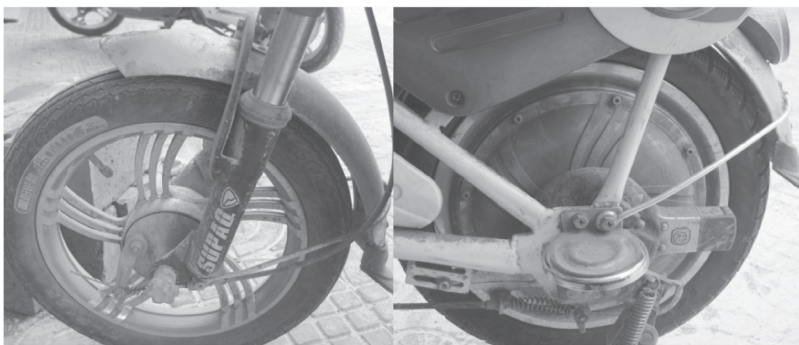

图8-16 检查前后轮转动
1) 先支起主支架，关闭电源开关，前、后转动后轮感觉轻松（如图8-16），表明电动机轴承正常。